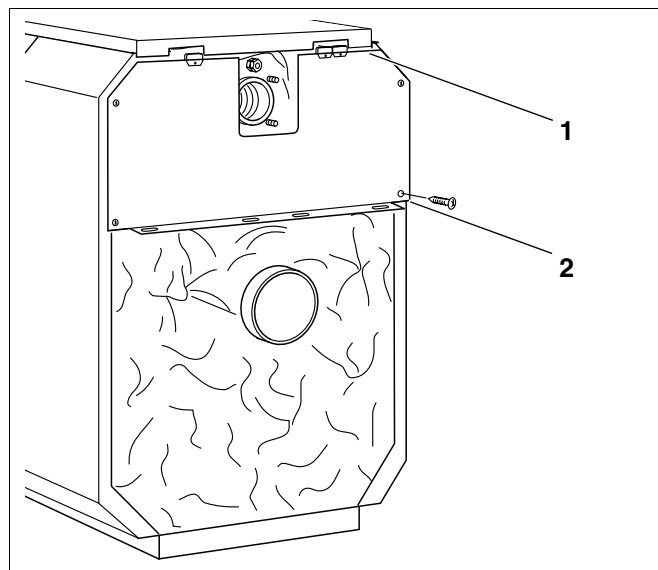

Fig. 54 Montage - paroi arrière supérieure de la chaudière
- Faire glisser la paroi arrière supérieure de la chaudière dans le capot arrière (fig. 54, **pos. 1**) et visser par l'arrière sur les parois latérales avec quatre vis Parker (fig. 54, **pos. 2**).